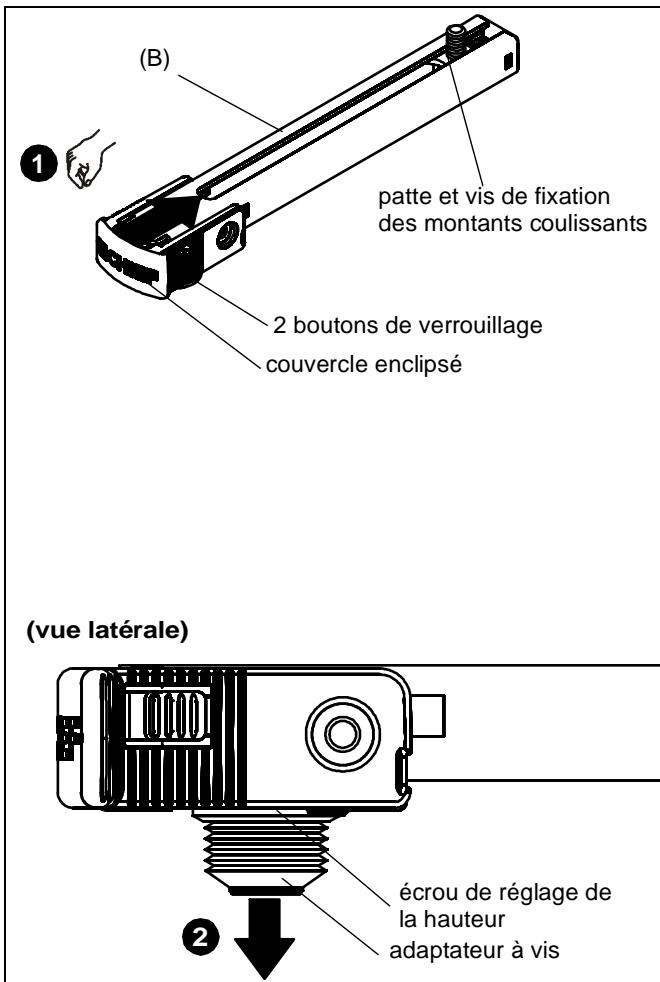

Figure 1
- Appuyez fermement sur les boutons de verrouillage situés sur le pied SLBU/SLMU (B) en poussant simultanément le couvercle enclipsé vers la patte et la vis de fixation des montants coulissants fournis. (See Figure 1)
- L'adaptateur à vis et l'écrou de réglage de la hauteur fourni seront relâchés. Mettre de côté pour une utilisation ultérieure. (See Figure 1)